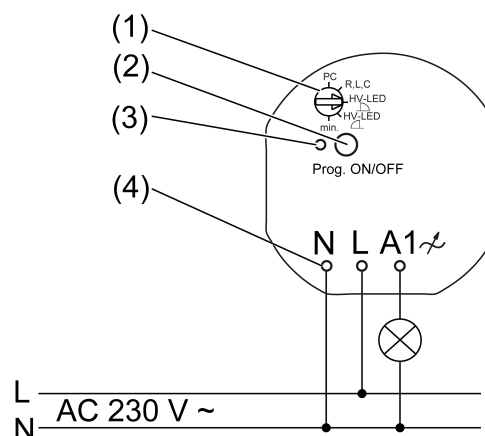

Figure 1: Schéma de raccordement
- Raccorder la charge conformément au schéma de raccordement (Figure 1).
- Monter l'actionneur dans le boîtier d'appareillage de sorte que la touche **Prog** (2) et la LED d'état (3) soient visibles.